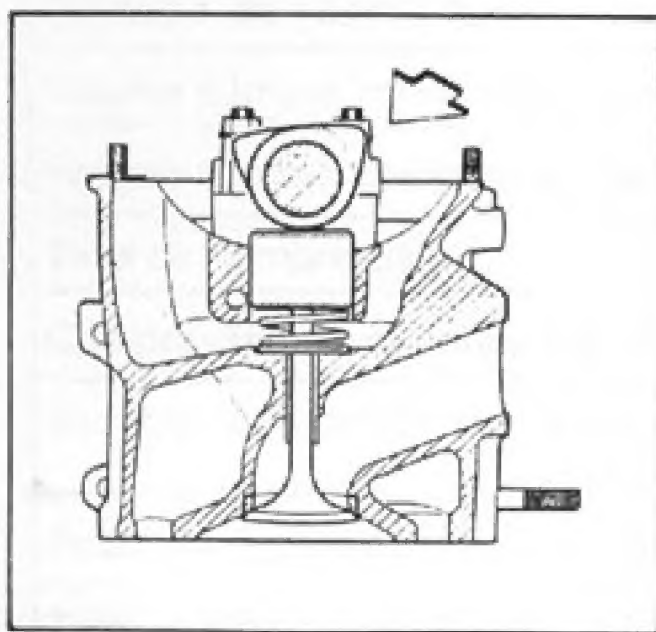

Fig.70 - Verificação do Tucho Hidráulico
6. Girar a árvore de manivelas no sentido horário, até que o par de cames referente ao cilindro a ser verificado fique voltado para cima (fig.70).